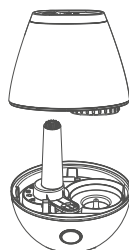
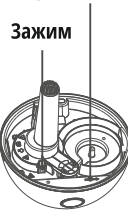

Рис. 3
Рис. 4
3. Поставьте обратно резервуар для воды. Будьте осторожны, держите его устойчиво и аккуратно поставьте его на место в соответствии с отметкой на водяном канале. Затем установите крышку выхода воздуха (см. Рис. 3 и Рис. 4).
8. Если вы хотите слить воду, сначала выньте воздуховод (см. Рис. 4: возьмитесь за зажим одной рукой и выньте воздуховод другой рукой). Затем слейте в воду в обратном порядке, указанном в разделе описания налива воды.